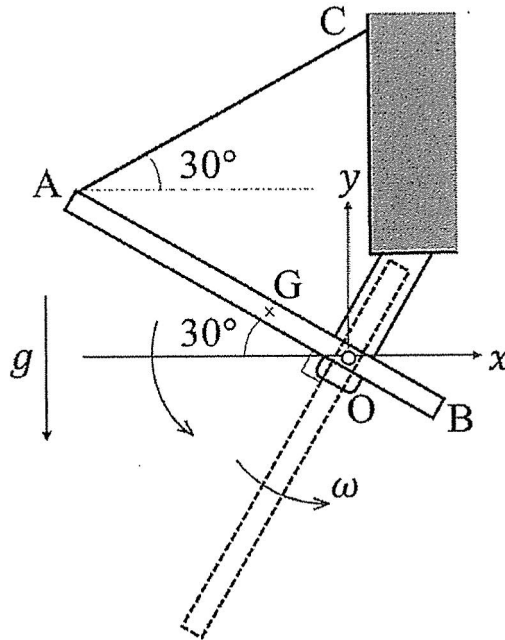

図1
I 長さ L 、質量 M の細長い剛体棒 AB の重心を G とすると、この剛体棒は GB の中央点 O でピン支持されている。剛体棒は端点 A に水平方向に対して 30° の角度でつながれたケーブル AC によって図1のような配置で平衡状態にある。このとき、次の(1)～(4)の問いについて答えよ。ただし、図1のように水平方向に x 軸、鉛直方向に y 軸となる座標を取り、重力加速度を g とする。剛体棒 AB の重心に関する慣性モーメントは $I_G = ML^2/12$ で与えられる。
- (1) ピン支持点 O に関する剛体棒 AB の慣性モーメント I_O を求めよ。
- (2) 図1のように剛体棒 AB が平衡状態にあるとき、ケーブルの張力 T を求めよ。
- (3) ケーブルを静かに切り離した直後の剛体棒 AB の回転角加速度 α を求めよ。
- (4) ケーブルを切り離した後、剛体棒 AB は 90° 回転して図1の点線の位置に到達した。このときの剛体棒 AB の回転角速度 ω を求めよ。